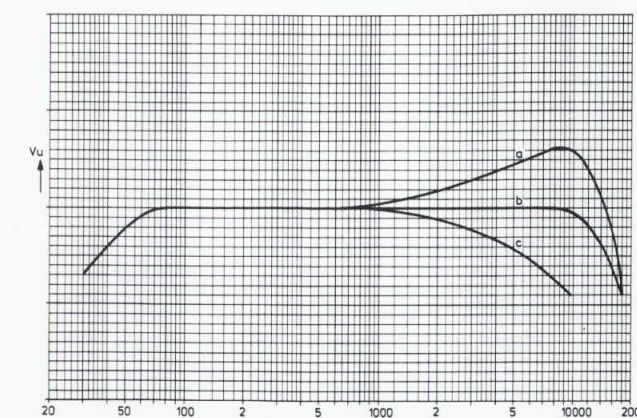

Fig. 13
- Bij een goede instelling zal de frekwentiearakteristiek als in fig. 13 curve b verlopen. De 3de harmonische vervorming moet $\leq 4.3\%$ zijn.
- Bij een te grote voormagnetisatiestroom worden de hoge tonen te veel verzwakt (fig. 13 curve c).
- Bij een te kleine voormagnetisatiestroom wordt de vervorming te groot. De frekwentiearakteristiek ziet er dan uit volgens fig. 13 curva a.